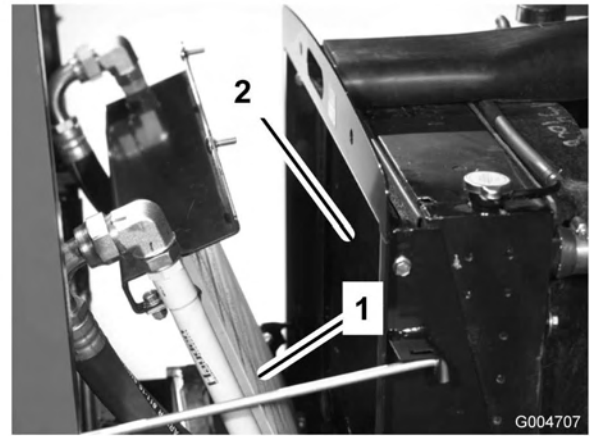

Bild 62
3. Kippen Sie den Ölkühler nach hinten. Reinigen Sie beide Seiten des Ölkühler- und des Wasserkühlerbereichs (Bild 62) gründlich mit Druckluft.